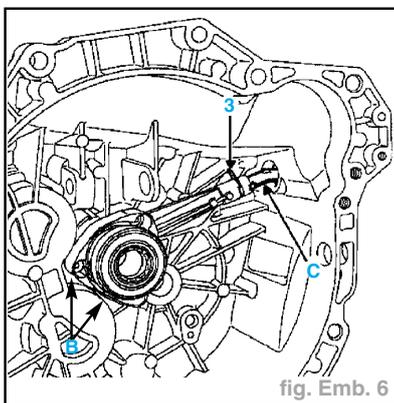

fig. Emb. 6
- Désaccoupler le raccord (C) du cylindre récepteur d'embrayage en déposant l'agrafe (3) (fig. Emb. 6).
- Déposer les trois vis (B) de fixation du cylindre récepteur d'embrayage puis l'extraire (fig. Emb. 6).
- Serrer les trois vis (B) de fixation du récepteur au couple de **0,9 daN.m** (fig. Emb. 6).